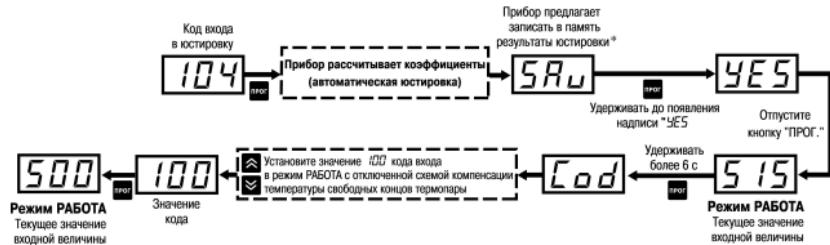

Рисунок 8.6 – Последовательность действий при юстировке схемы прибора с термопарой
- Не менее чем через 15 – 20 сек после включения питания произвести юстировку прибора (см. рисунок 8.6).